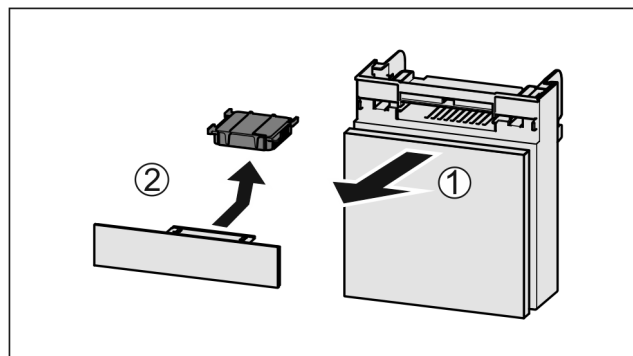

Fig. 179
- Pretinac izvucite Fig. 179 (1) prema naprijed.
- Izvadite filter s aktivnim ugljenom Fig. 179 (2).